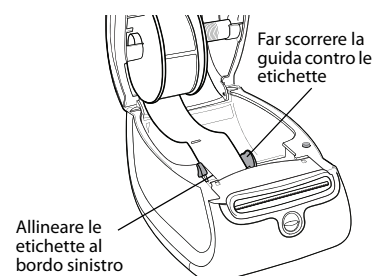

Figura 4
- Le etichette devono essere caricate con il lato sinistro contro il bordo sinistro della fessura di caricamento. Vedere la Figura 4.
- 7 Allineare il lato sinistro dell'etichetta al bordo sinistro della fessura di caricamento e inserire l'etichetta nella fessura. Vedere la Figura 4.
8 (Solo 450, 450 Turbo, Duo e Twin Turbo) Far scorrere la guida verso sinistra fino ad allinearla al lato destro dell'etichetta. Vedere la Figura 4.